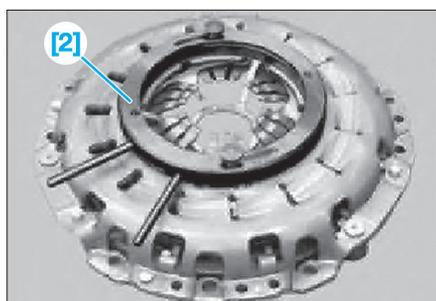

Fig. 5
- [2]. Outil pour le blocage et la remise en position de base de la bague de rattrapage de jeu de l'embrayage SAC (ref : 21 2 180) (Fig.5).
- Mettre en place l'outil [2] dans le mécanisme d'embrayage (Fig.5).